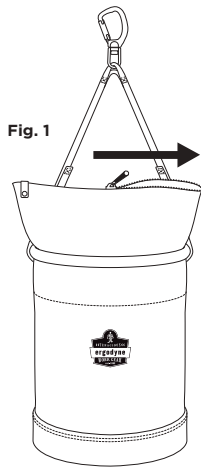

Fig. 1
1. If applicable, close topping mechanism to secure contents inside of the container prior to hoisting or transporting to heights. [Fig. 1]
1. Close the zipper on the topping mechanism to secure contents inside of the container. [Fig. 1]
1. Si lo necesita, puede cerrar el sistema de cierre superior para que el contenido interno esté seguro antes de izarlo o transportarlo. [Fig. 1]